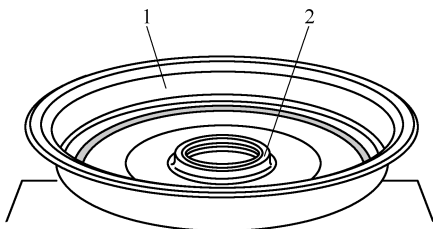

图 3-2-3 检查盖板
4) 仅允许在密封件外侧边缘上涂抹变速器油。新盖板 1 的中心密封圈 2 不允许发生变形,如图 3-2-3 所示。